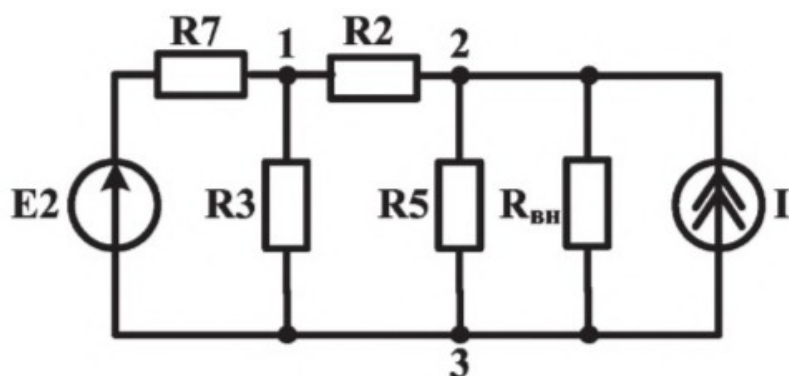

Рис. 15
10. Собрать цепь по схеме рис. 15, установив $E_2 = 10$ В. Измерить напряжения U_{12} , U_{13} , U_{23} . Результаты измерений записать в отчет.
3. Рассчитать токи в ветвях схемы рис. 15, используя результаты измерений п.9 экспериментальной части. Результаты записать в табл. 6.
4. Используя метод узловых потенциалов (МУП) и метод контурных токов (МКТ) для цепи рис. 15, рассчитать токи в ветвях, предварительно записав необходимые уравнения. Записать их значения в табл. 6. Сравнить результаты расчетов с результатами, получен-
2. Расчет токов в схеме рис. 15 методом узловых потенциалов